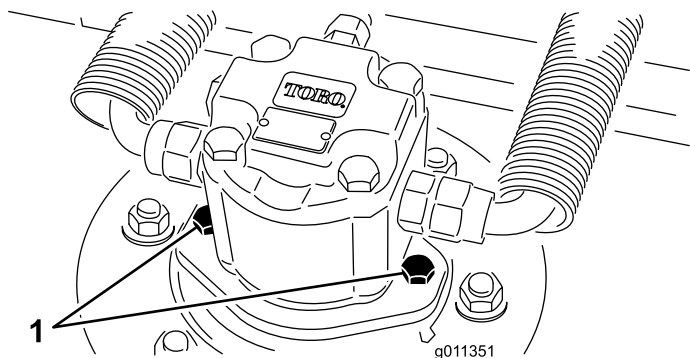

Figura 70
2. Scollegate e staccate il motore idraulico dal piatto di taglio (Figura 70). Coprite la parte superiore del mandrino per impedire che venga contaminato.
3. Montate il motore idraulico sul piatto di taglio (Figura 70). Verificate che l'O-ring sia in sede e non sia danneggiato.